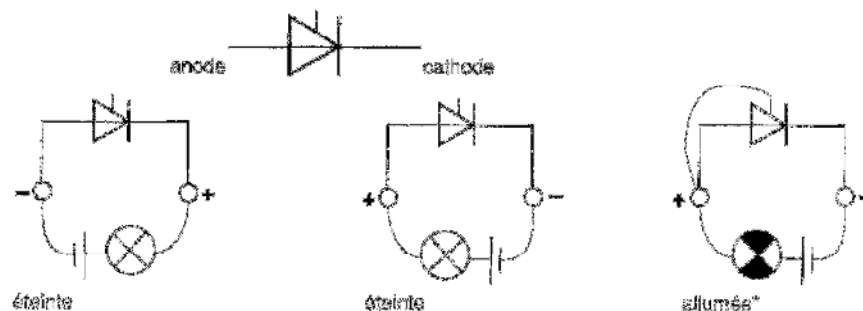

FIGURE 0-23 CIRCUIT DE TEST
- sonnez chaque composant (voir Figure 0-23) ;